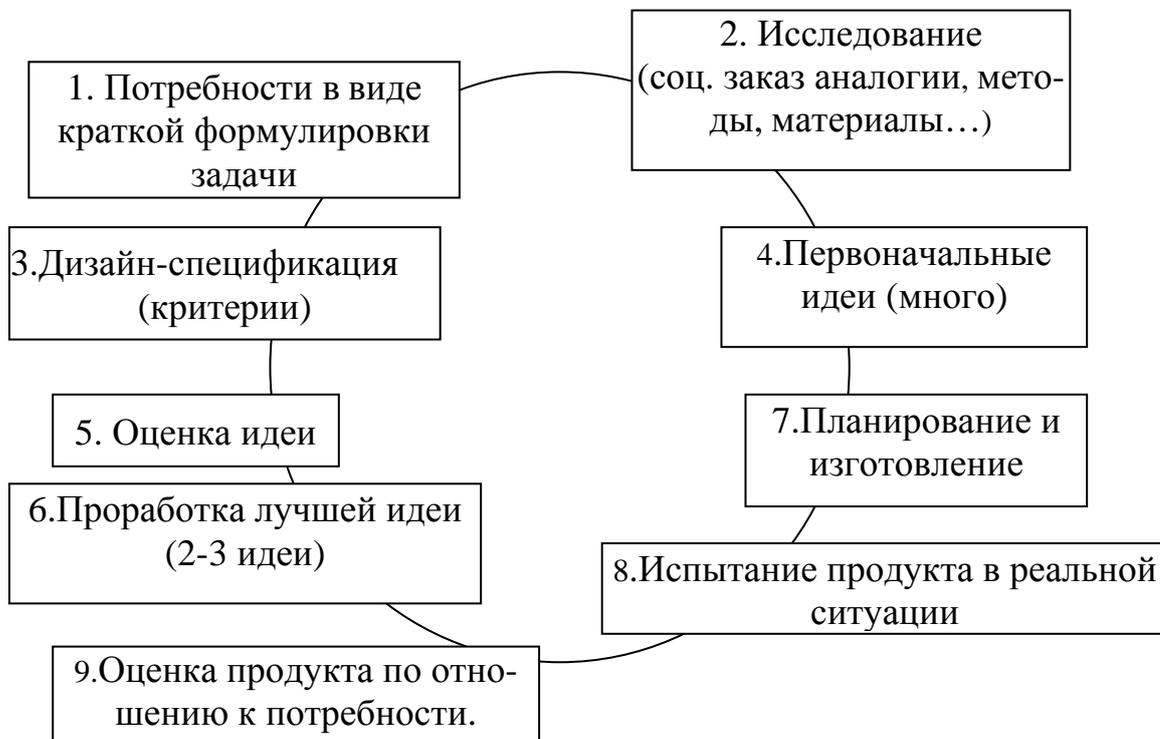

Рис. 11. Схема процесса дизайна
**Метод проектов основан на концепции дизайна** (рис. 11)